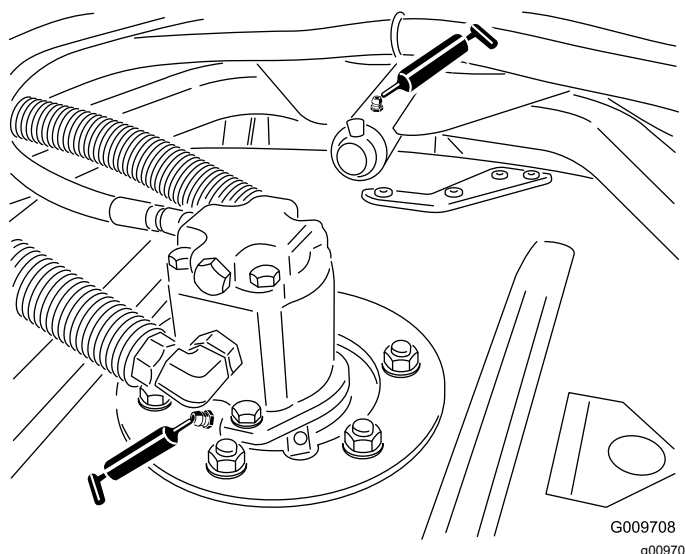

Figure 37
- Roulements d'axes de pivot de plateau de coupe (2 par plateau de coupe), comme montré à la Figure 37.
- Roulements de bras de bâti porteur de plateau de coupe (1 par plateau de coupe), comme montré à la Figure 37.